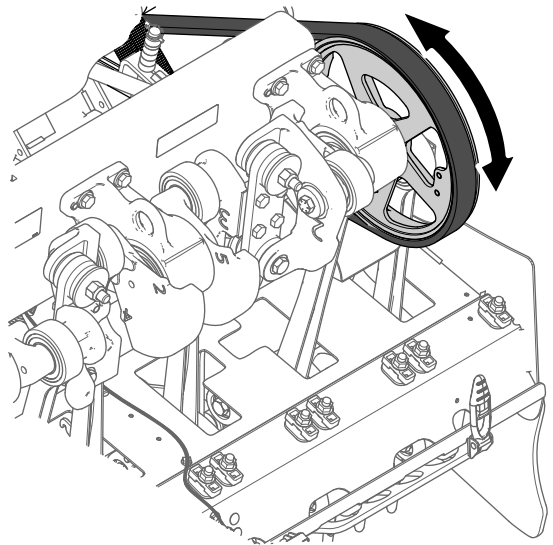
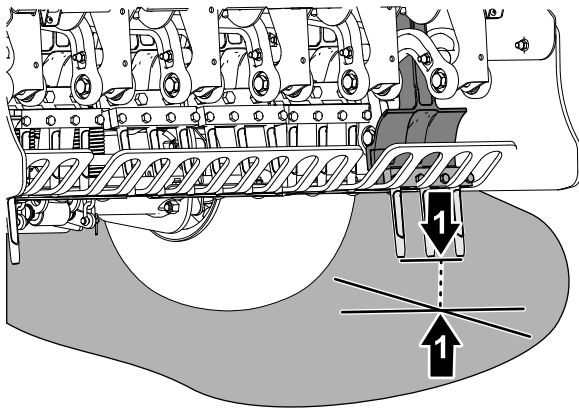

Bild 59
Bild 60
4. Drehen Sie die Riemenscheibe des Aerifizierkopfs (Bild 59), bis die äußersten Tines am nächsten zum Boden ausgerichtet sind (Bild 60).